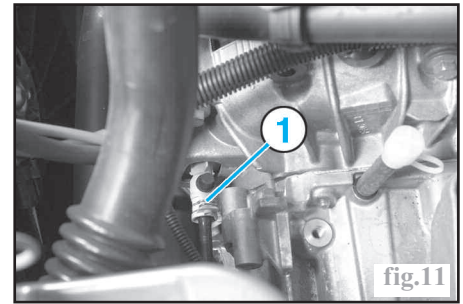

fig.11
- Soulever les agrafes (1) du récepteur sur la boîte de vitesses (fig.11).